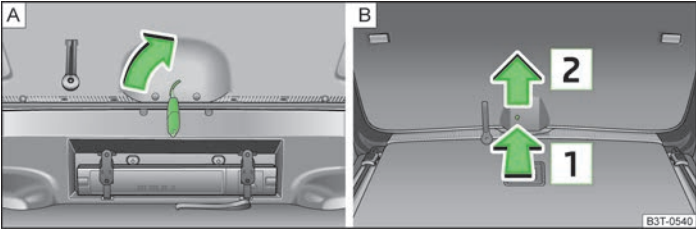

Fig. 20 Desbloqueo de emergencia de la tapa de maletero
- Introducir la llave del vehículo hasta el tope en la ranura del revestimiento » fig. 20 - **[A]**.
- Introducir un destornillador o una herramienta similar hasta el tope en la abertura en el revestimiento en dirección de la flecha **[1]** » fig. 20 - **[B]**.